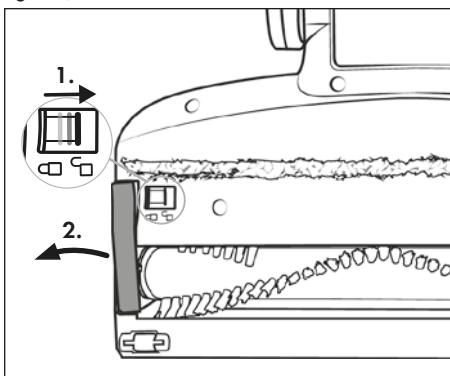

Fig. 24
- 2) Para desencastrar el rodillo de cepillos 21, desplace el desencastre del rodillo de cepillos 19 con el dedo hacia la derecha y, a continuación, retire el soporte del rodillo de cepillos 20 del cepillo para suelos 22 (consulte la fig. 24).